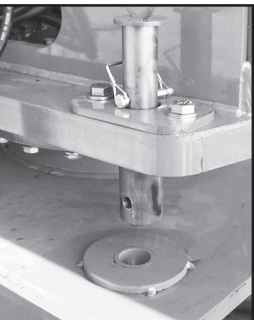

Figure 1 : Boulon de blocage
- 3. Retirer le boulon de blocage. Voir figure 1.
- 4. Enfoncer le bouton de démarrage du moteur pour lancer le moteur; relâcher le bouton de démarrage lorsque le moteur a démarré. Si le moteur est froid : appuyer sur le bouton de préchauffage et le maintenir enfoncé pendant six (6) secondes avant de démarrer, dans le cas des modèles à moteur diesel.